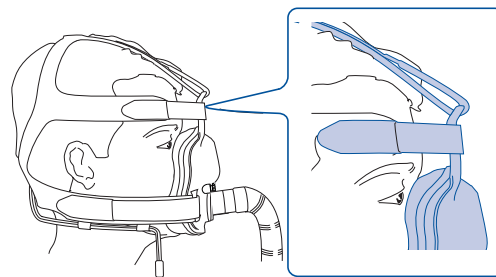

Figure : 6
- 6 Une fois ajusté, le masque devrait se présenter comme indiqué ci-dessous (Fig. 6).